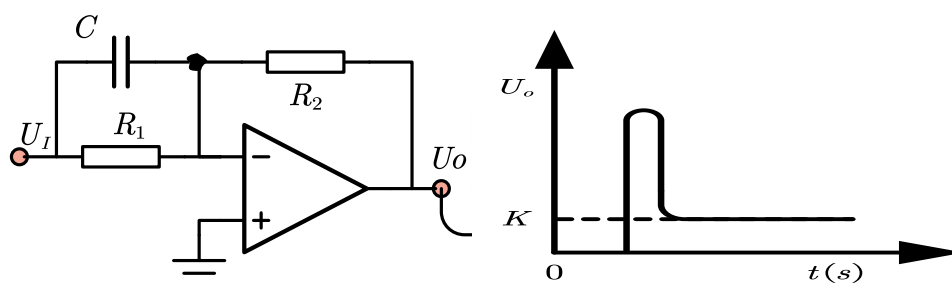

图 1.3 比例微分环节及其阶跃响应
4. 比例微分环节：该环节原理图如图 1.3 所示，其传递函数